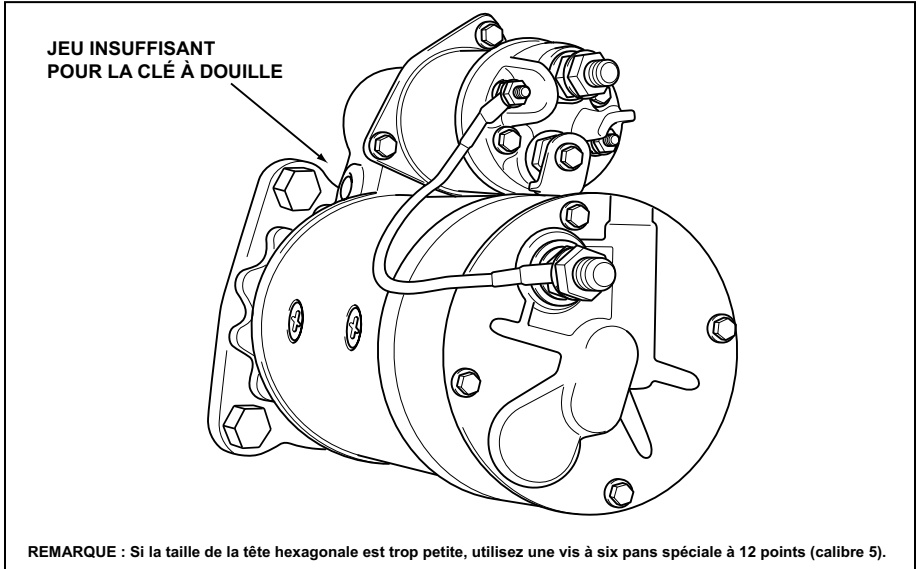

Fig. 1
2. Si le boîtier du levier gêne la clé pendant le processus de remontage du boîtier, utilisez une vis à six pans spéciale à 12 points (calibre 5). (Voir Fig. 1)